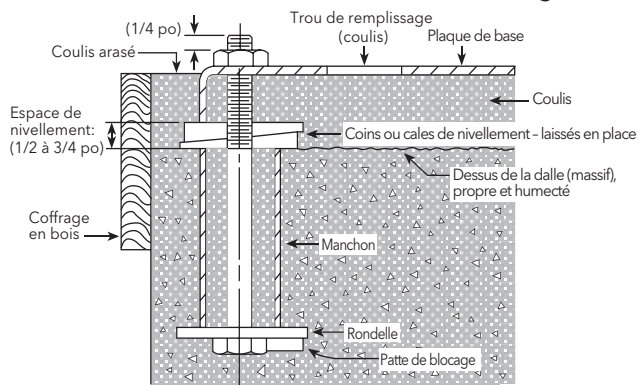

Figure 1
- 2.3.1.** Il est recommandé de remplir de coulis le vide entre la plaque de base et la dalle reposant sur une semelle de fondations solide (v. figure 1).